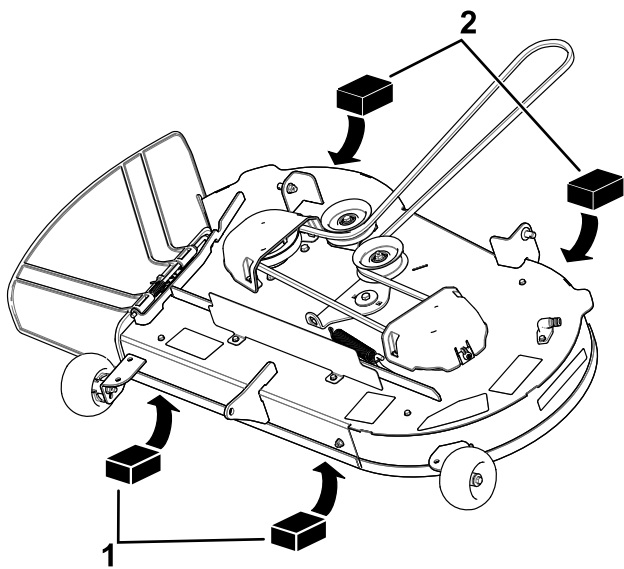
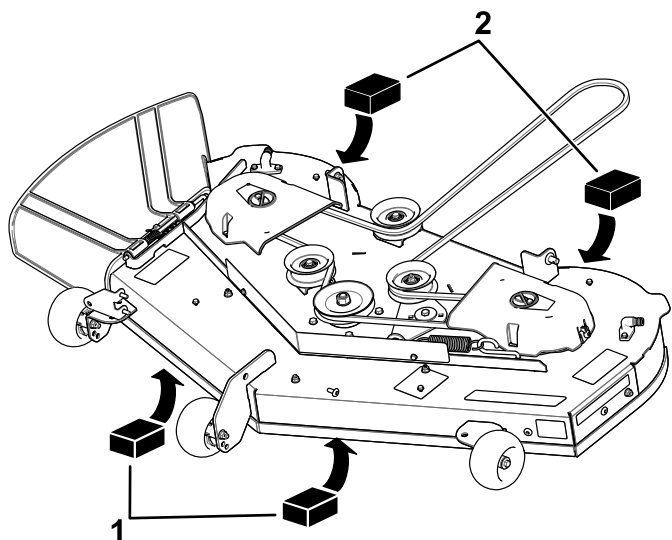

Figure 66
Figure 67
4. Placez deux cales de 6,6 cm (2⅝ po) d'épaisseur chacune sous chaque côté du bord avant du tablier de coupe, mais pas sous les supports des galets anti-scalp (Figure 66 ou Figure 67).
5. Placez deux cales de 7,3 cm (2⅞ po) d'épaisseur chacune sous le bord arrière de la jupe du tablier de coupe, une de chaque côté (Figure 66 ou Figure 67).